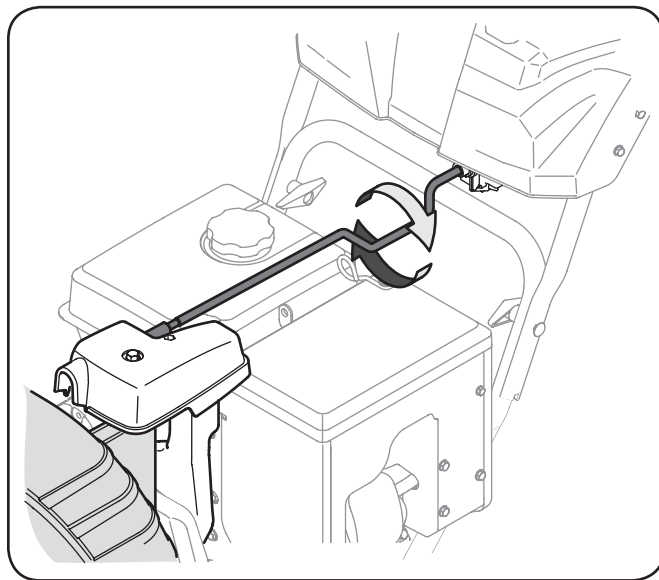

Figura 4-3
4. Agarre la parte dentada de la barra de control tolva y gire manualmente el conjunto de la canaleta hacia la derecha o hacia la izquierda. Ver la Figura 4-3.